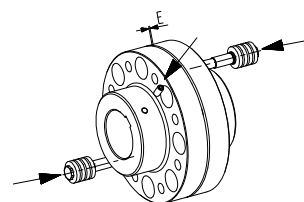

Рис. 19
- Переместите агрегаты в осевом направлении так, чтобы выдержать размер-Е (см. рис. 19).